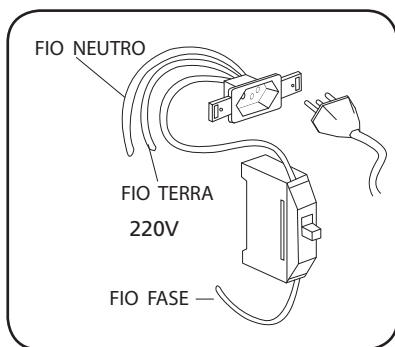

Fig. 40
- Se o sistema elétrico de sua residência for 220V [fase + neutro] utilizar disjuntor termomagnético monopolar de 15 A no fio fase [Fig. 40].